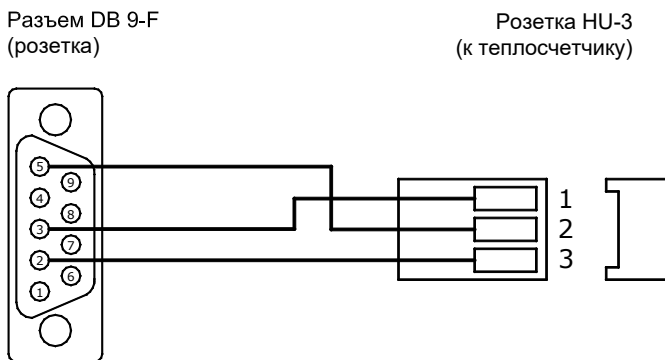

Рис. 7.9
7.6.12 Для прямого соединения теплосчетчик – ПК следует использовать кабель, изображенный на рис. 7.9.